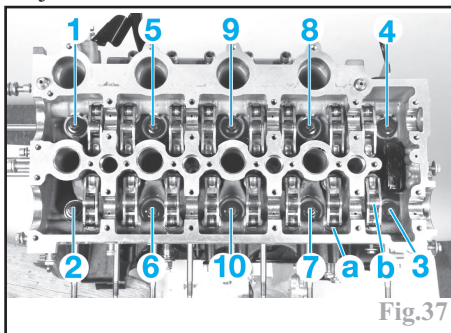

Fig.37
- tous les linguets (b) avec leur poussoir hydraulique (a) en repérant leur position (Fig.37).